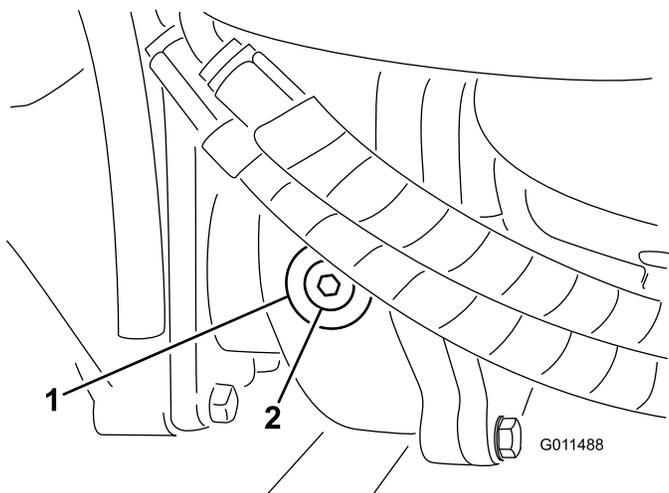

Figura 71
2. Togliete il tappo di controllo/riempimento dal lato sinistro del riduttore (Figura 71) e verificate che